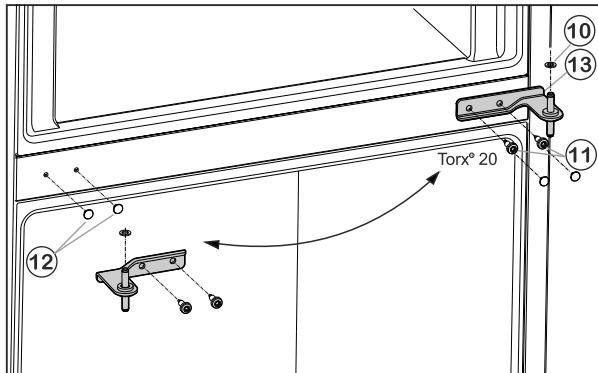

Fig. 6
- ▶ Opatrne stiahnite kryty Fig. 6 (12) a znova ich nasadťte na opačnú stranu.